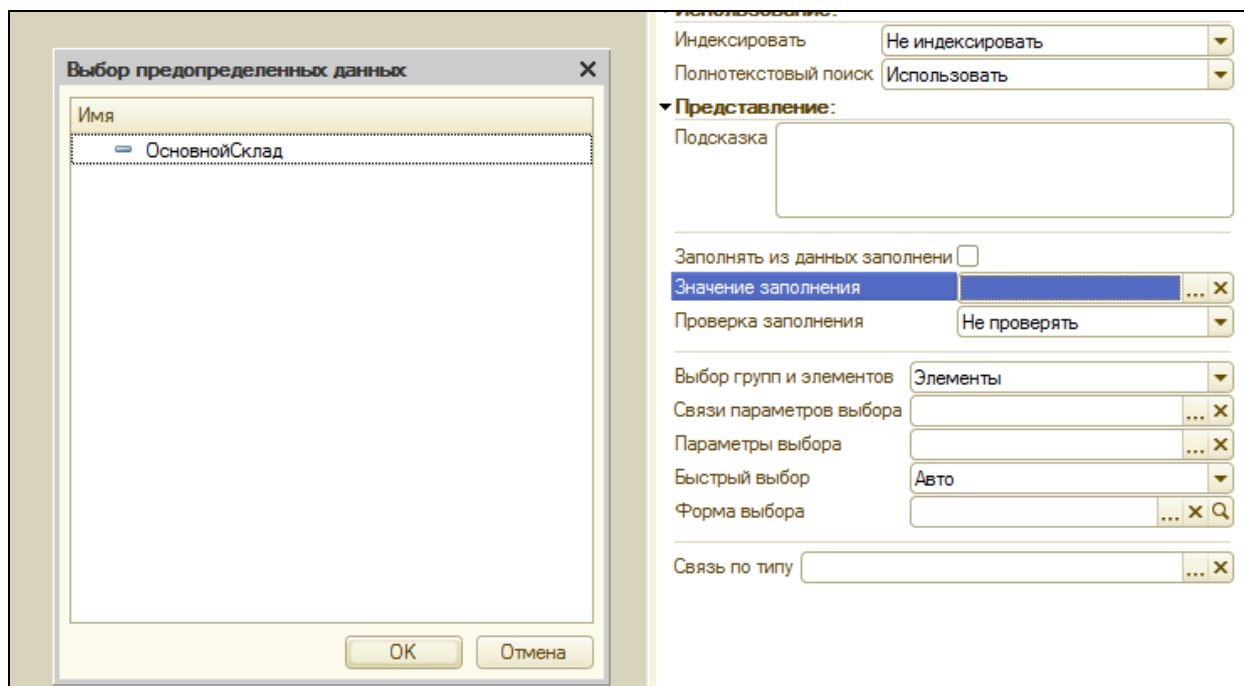

Рис. 44. Свойства документа *Значение заполнения*. Выбор predeterminedенных данных
1. В свойствах документа **АктПриемаВРемонт**, укажем реквизит Значение заполнения Предопределенный элемент справочника Склады, который был создан в конфигурации. В свойствах Склад выбираем Значение заполнения, в открывшемся списке выбираем Основной склад (рис. 44).